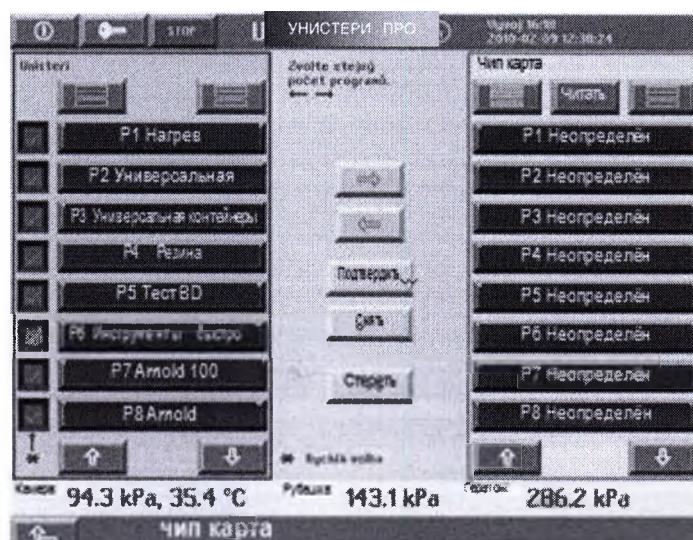

Рисунок 36 Копирование программ
- Нажмите соответствующие кнопки программ рисунок 36, которые хотите скопировать, а затем – кнопки на стороне чиповой карты для определения места, куда будете копировать.